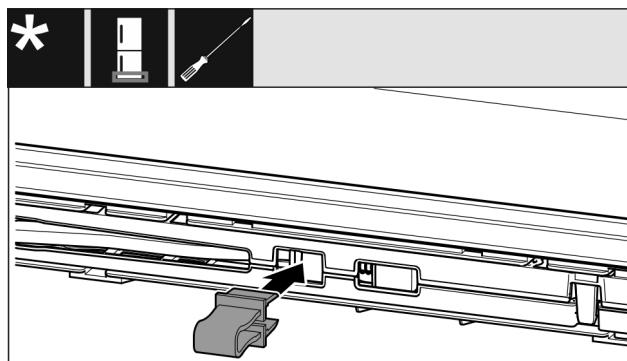

Fig. 14
- ▶ Фиксирайте предпазителя в отвора Fig. 14 () .